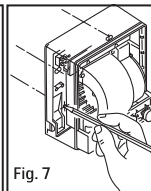
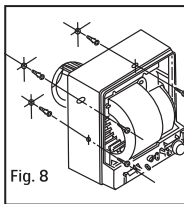

Fig. 7
Fig. 8
4. Przyłożyć płytę tylną do ściany/ sufitu i zaznaczyć cztery otwory na śruby. Następnie skrócić wentylator, rys. 7 oraz rys. 8.